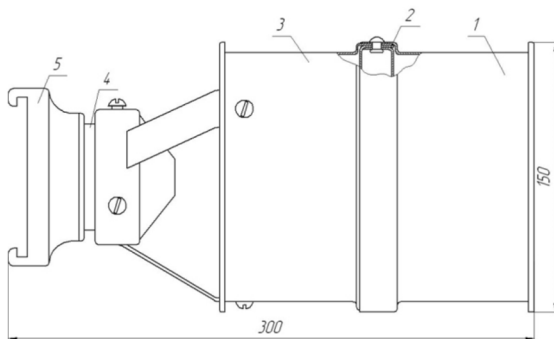

Рис. 1 – Устройство пеногенератора ГПС-100
4.1. Генератор ГПС-100 представляет собой водоструйный эжекторный аппарат переносного типа и состоит из следующих основных частей (см. рис. 1): насадка 1, кассеты сеток 2, корпуса генератора 3.
К корпусу генератора крепится корпус распылителя 4, в который установлены распылитель, соединительная головка ГМ-50 (см. рис. 1).